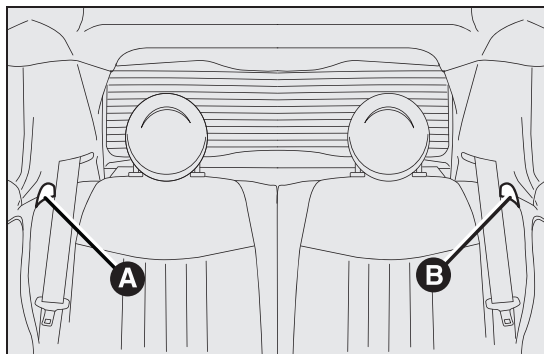

fig. 58
- ☐ trek aan het hendeltje A fig. 58 of B om respectievelijk het linker of rechter deel van de rugleuning te ontgrendelen en leg de rugleuning op de zitting.
- ☐ trek aan de hendeltjes A fig. 58 en B om de rugleuningen te ontgrendelen en leg ze op de zitting.